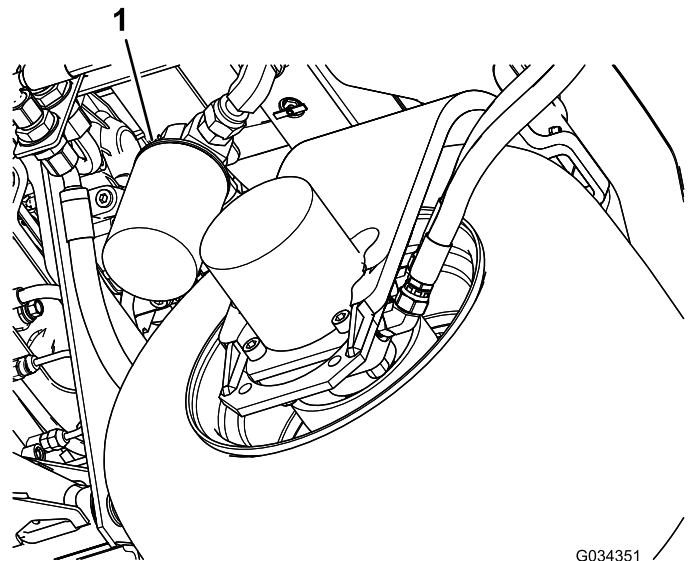

図 83
2. フィルタ取り付け部の周辺をウェスできれいにぬぐう。フィルタ図 83 の下に廃油受けを置いてフィルタを外す。